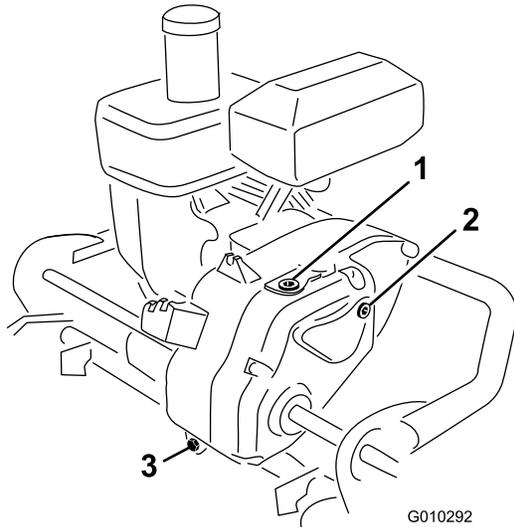

図 35
2. トランスミッション後部にあるドレン・プラグ（図 35）を抜いてオイルを抜く。
3. ハンドルを押さえて機体を後ろにそらす。トランスミッション右側にある点検プラグ（図 35）を抜き取る。
6. トランスミッション上部にある給油プラグを外す（図 35）。通気チューブは外さないこと。